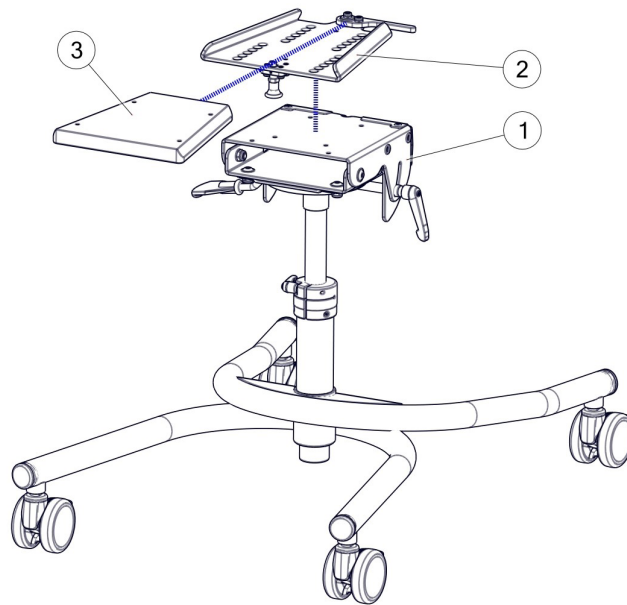

рис. 11
Полиамидный адаптер, показанный на рис. 11, позволяет быстро снять сиденье с рамы шасси. Нижняя часть (2) адаптера стационарно крепится к адаптеру наклона сиденья (1), установленному на раме. Верхняя часть (3) адаптера может быть установлена прямо или косвенно на сиденье.